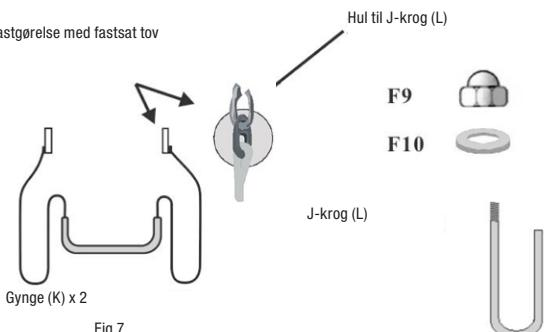
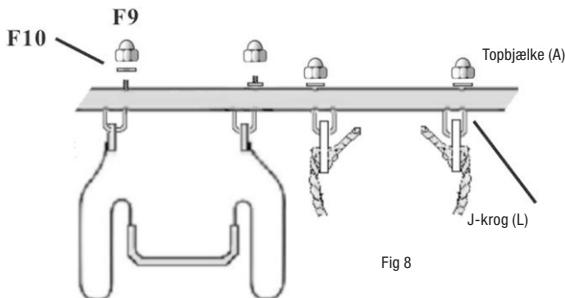

Fig 7
Fig 8
5. Monter gyngernes tov (K), hvor de skal være på topbjælken, se fig. 6. Stik J-krogene (L) gennem hullerne i fastgørelsen, hvor tovet sidder fast, se fig. 7 og derefter gennem topbjælken. Fastgør med M8 skiver (F10) og M8 kuppelmøtrikker (F9), se fig. 8.